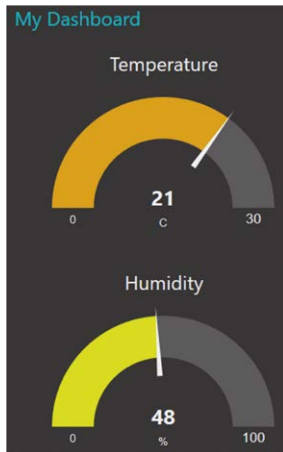

Figure 13.21 Affichage de l'humidité et de la température
- Vous devriez voir l'humidité et la température affichées comme indiqué sur la figure 13.21